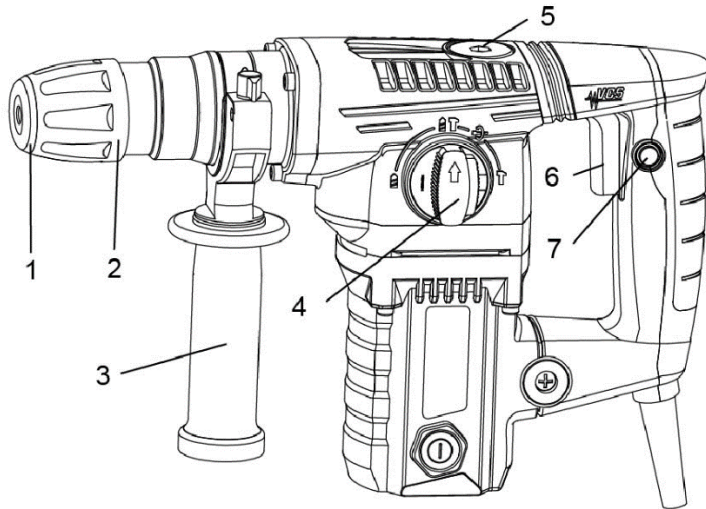

Рисунок 1
- ударно-обертальний режим - перемикач (4) в положенні **T1**;
- ударний режим - перемикач (4) в положенні **T** ;
4.2 Для увімкнення виробу натисніть на куркову клавішу перемикача (6) з кнопкою (7) (рис.1) та ходом клавіші оберіть необхідну швидкість . Для відключення виробу слід курок відпустити.